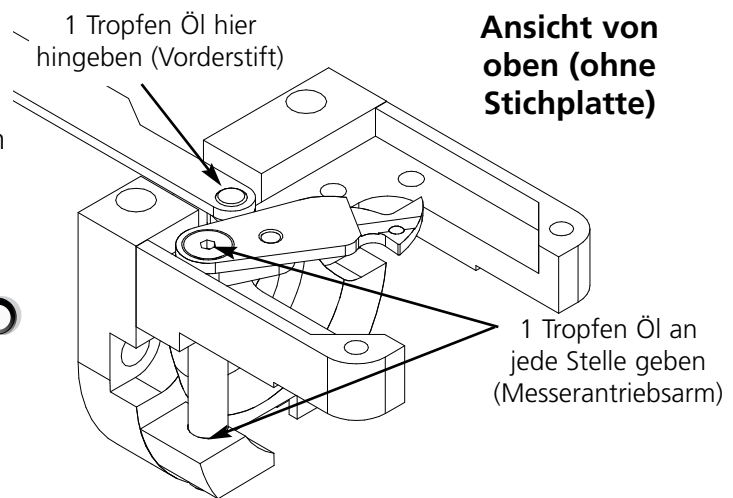

Abbildung 4-16
6. Wird Fadenschneidmesserantriebsarm, vorderer Stift angezeigt, drücken Sie . Es muß nichts bewegt werden, um den Fadenschneidmesserarm und den Stift zu ölen. Entfernen Sie die Stichplatte. Siehe Abb. 4-16, um den Fadenschneidmesserarm und den Stift zu ölen. Nach Beendigung die Taste  drücken. Die Stichplatte wieder anbringen.